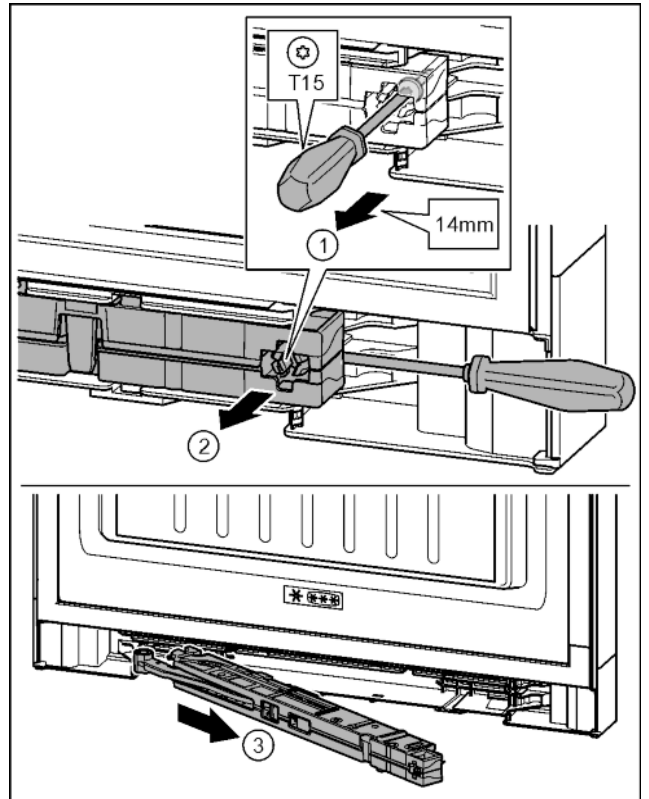

Fig. 16
- ▶ Ослабить винт на узле амортизатора с помощью отвёртки T15 примерно на 14 мм. Fig. 16 (1)
- ▶ Переместить отвёртку со стороны ручки за узел амортизатора. Повернуть узел вперед. Fig. 16 (2)
- ▶ Вытащить узел амортизатора. Fig. 16 (3)